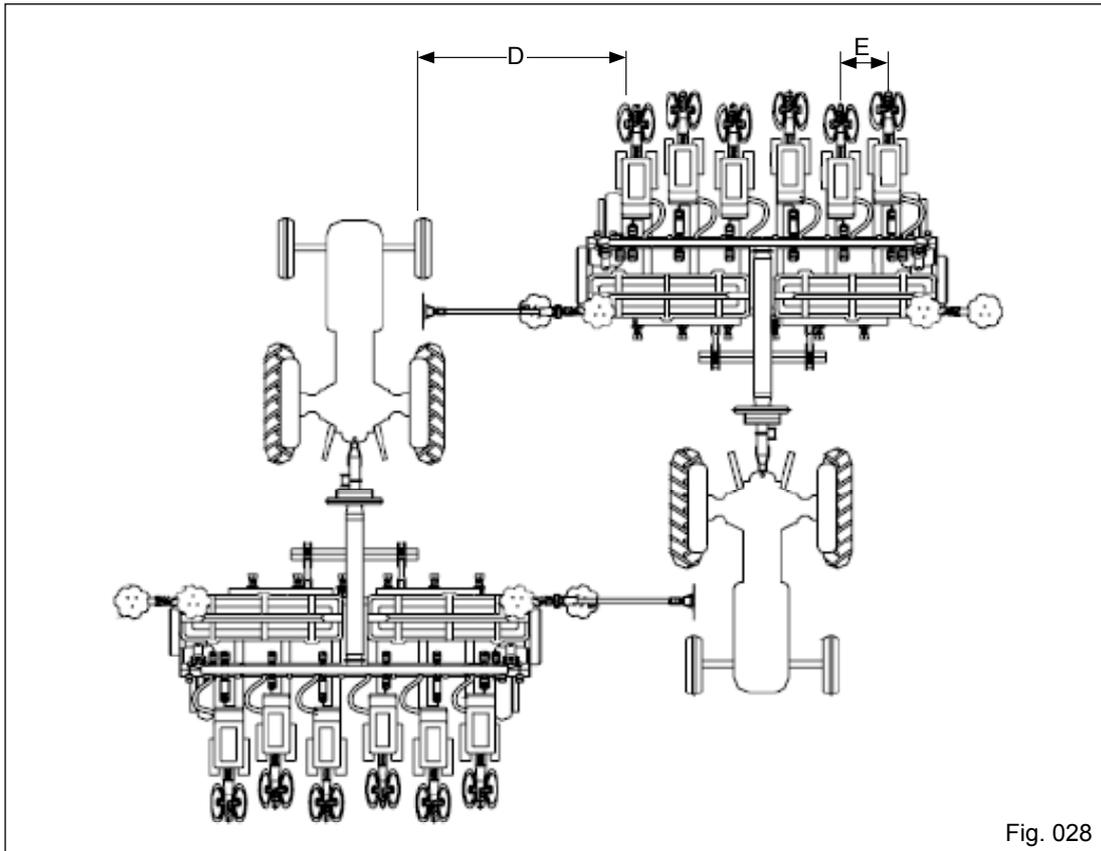

Fig. 028
Para efetuar a regulagem do marcador de linhas, é importante que mantenha na mesma medida a bitola dianteira e traseira do trator "B" e defina o espaçamento entre linhas de plantio "E" (Fig. 028).
- Para obter a medida "D" caminhe com a plantadora por alguns metros, meça a distância entre o centro do rastro do trator e o centro da primeira linha de semente (Fig. 028).
- Afrouxe as porcas do grampo de fixação da haste do marcador, a seguir desloque-a até a posição "D" (Fig. 028). Fixe o grampo novamente.